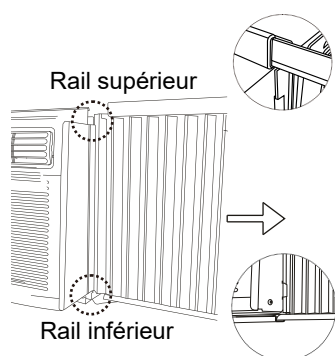

Fig.3
C. Lorsque le panneau est bien installé sur le côté du boîtier, s'assurer qu'il est bien installé dans le cadre en faisant des ajustements nécessaires. Faire glisser les bouts supérieurs et inférieurs du cadre dans les rails supérieur et inférieur du cabinet Fig.3